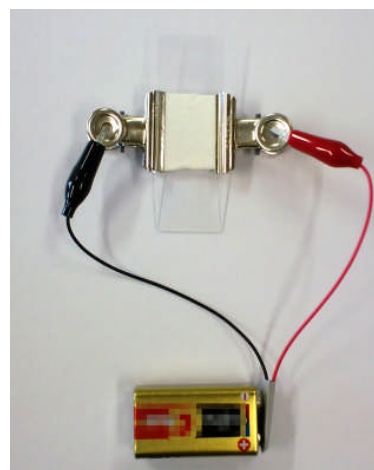

図2 クリップ電極による電気泳動
- ・乾燥したスライドガラスは、使用前にスポイト数滴の水をクッキングペーパーに付ける。目玉クリップをスライドガラスに取り付け、硫酸銅、クロム酸カリウム又はクロム酸銅を染み込ませたろ紙を貼り付けて、目玉クリップに取り付けたリード線を電池につないで電流を流す（図 2）。